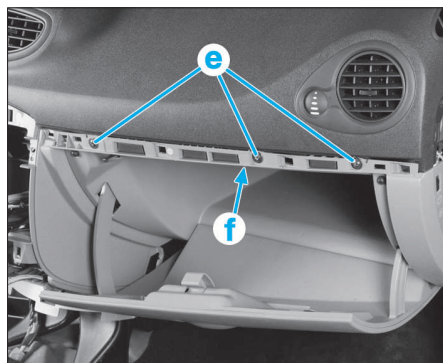

FIG. 55
- déposer les vis (e) (Fig.55),